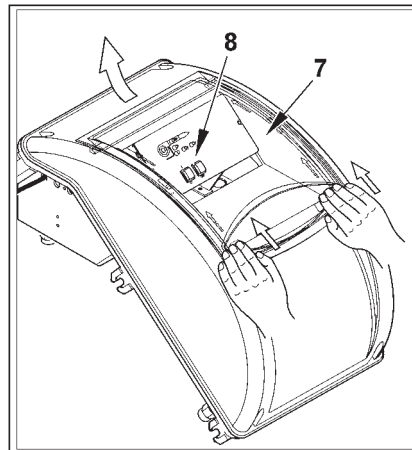

Рисунок 4
- 4) Для закрытия крышки электрического щита, закрутите 4 винта "1" моментом затяжки, равным приблизительно 5 Нм, для обеспечения хорошего уплотнения. Теперь можно получить доступ к блоку управления "8". Для этого отцепите прозрачное окошко "7" лёгким надавливанием руки в направлении стрелок, как показано на рис. 4. Подождите, пока окошко немного не продвинется, а после этого снимите его с крышки.